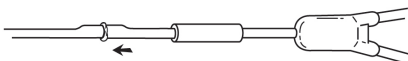

Fig. 7
7. Reservekateterendens metalkanyle føres helt ind i kateteret (fig. 7).